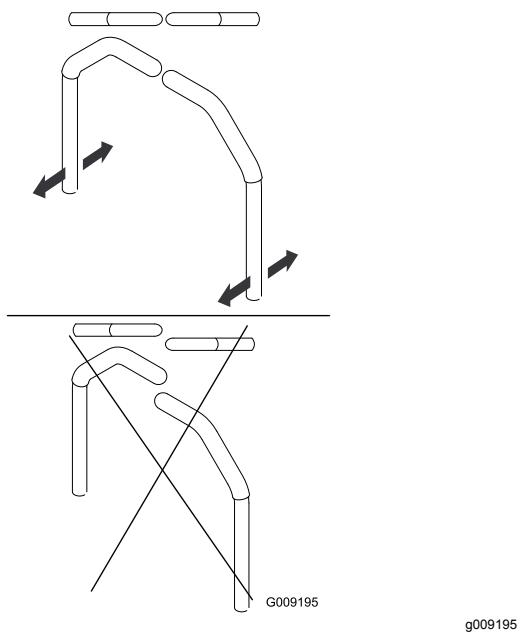

Figure 88
4. Réglez l'alignement avant/arrière des leviers en les plaçant simultanément à la position POINT MORT, puis faites-les coulisser jusqu'à ce qu'ils soient alignés et resserrez les boulons (Figure 88).